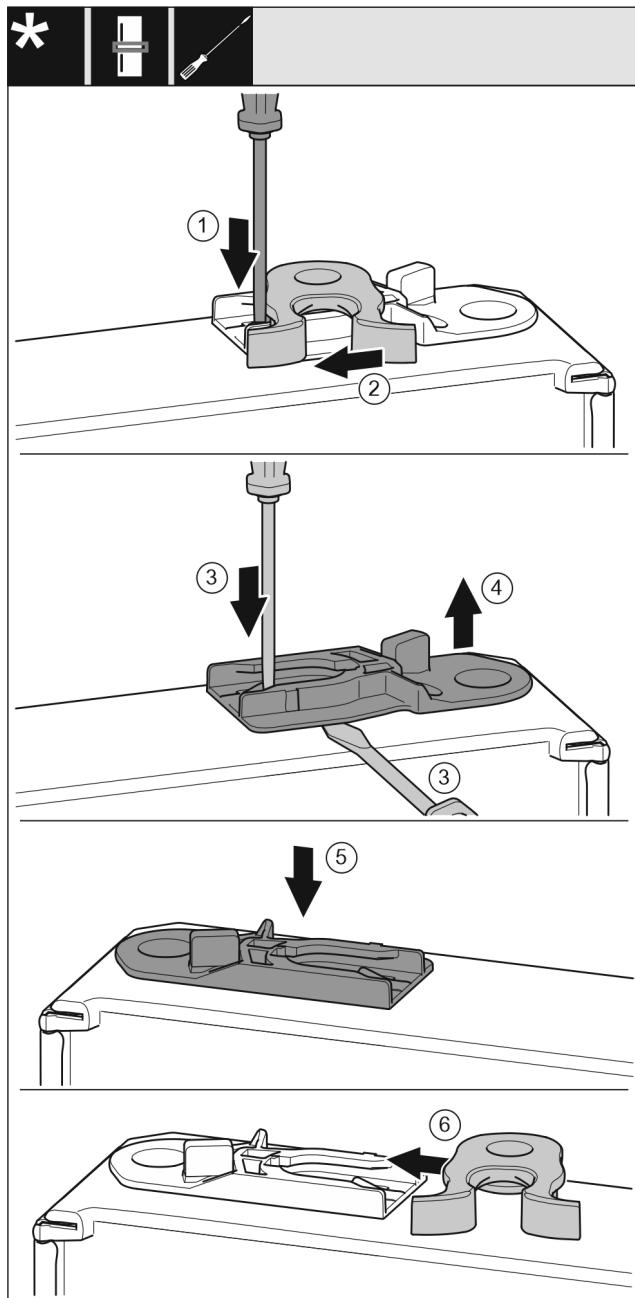

Fig. 18
- За допомогою шліцової викрутки притисніть уніз накладку. Fig. 18 (1)
- Витягніть із напрямної запірний гачок. Fig. 18 (2)
- Витягніть направляюче гніздо: Натисніть шліцовою викруткою накладку і одночасно підведіть її під направляюче гніздо. Fig. 18 (3, 4)
- Направляюче гніздо, що входить до складу поставки, вставте з іншого боку корпуса. Fig. 18 (5)
- Вставте в направляючу запірний гачок. Fig. 18 (6)